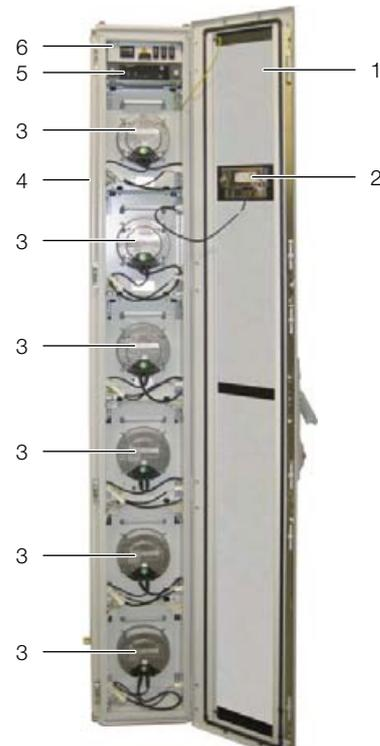

Imagen 11: Parte frontal del Liquid Cooling Package – puerta frontal abierta (variante 55 kW)
- 1 Caja de fusibles con interruptor principal (cf. imagen 11, pos. 6)
- 13 Unidad de regulación CMC III PU (cf. imagen 11, pos. 5)